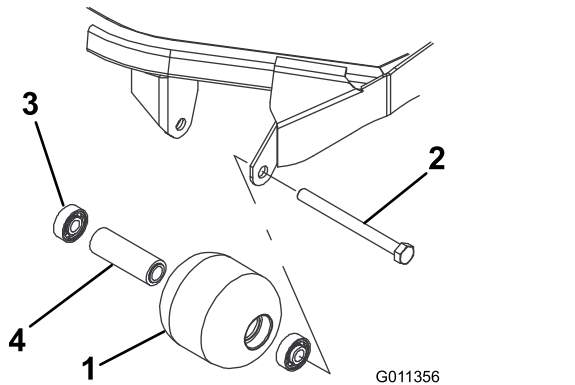

Figura 71
1. Rimuovete il bullone di montaggio del rullo (Figura 71).
1. Montate il primo cuscinetto premendolo nell'alloggiamento all'interno del rullo (Figura 71). Premete soltanto sulla pista esterna o, in misura uguale, sulla pista interna ed esterna.
2. Inserite il distanziale (Figura 71).
3. Spingete il secondo cuscinetto nell'alloggiamento all'interno del rullo (Figura 71), premendo in misura uguale sulla pista interna ed esterna, fino a quando la prima pista non tocca il distanziale.
4. Verificate la presenza di eventuali danni sull'alloggiamento, sui cuscinetti e sul distanziale del cuscinetto del rullo (Figura 71). Sostituite i componenti danneggiati e procedete con il montaggio.